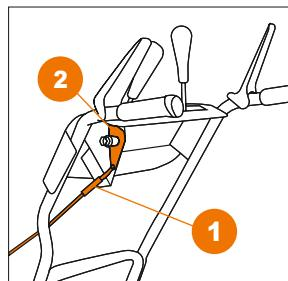

Рис. 10
- ё Соедините трос регулировки дальности выброса (1) с кронштейном рычага управления (2) на панели оператора (Рис. 10).